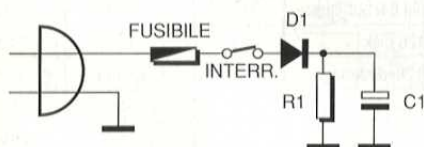

Figura 1
3. Nel circuito in Figura 1 (alimentatore con raddrizzatore a semi-onda) quale è il componente che si guasta più frequentemente?